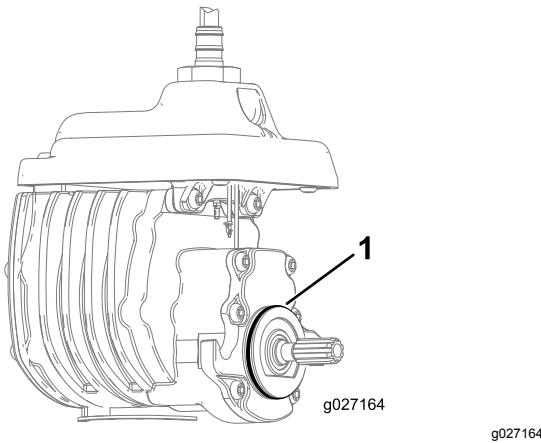

**Figure 5**
- 1. Retirez la vis de fixation sur la plaque latérale du moteur de cylindre (Figure 5) et mettez-la au rebut.
2. Montez les graisseurs droits (Figure 5).
3. Si la plaque latérale du moteur de cylindre ne possède pas de boulons, mettez-les en place (Figure 5).
Les verticutters peuvent être installés à n'importe lequel des 5 emplacements sur le groupe de déplacement. La Figure 5 montre l'orientation du moteur d'entraînement pour chaque emplacement. Aux emplacements exigeant de monter le moteur du côté droit du verticutter, montez un contrepoids du côté gauche. Aux emplacements exigeant de monter le moteur du côté gauche, montez un contrepoids du côté droit.